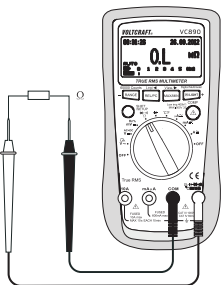

图 5
2. 将红色测试引线插入 $\text{CH}_2\text{V}\Omega$ 测量插口 (7)，将黑色测试引线插入 COM 测量插口 (8) (图 5)。